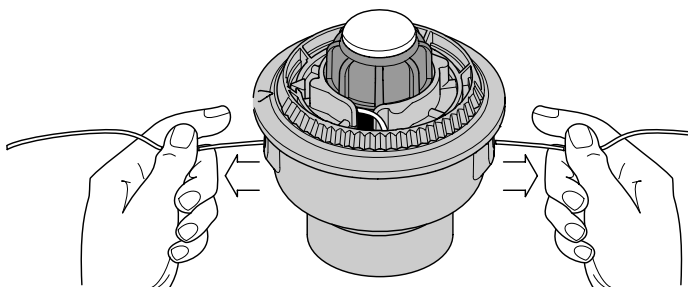

Fig. 51
9. Si le rembobinage du fil devient difficile ou si le fil se coince, tirez-en les extrémités de la bobine. Continuez de rembobiner le moulinet intérieur vers la gauche (Fig. 51).
4. Maintenez le moulinet intérieur et installez le bouton de butée, le ressort, et le joint en mousse en poussant le bouton de butée vers le bas et en le tournant à droite. Saisissez les extrémités et tirez fermement pour dégager le fil des fentes de retenue du moulinet intérieur (Fig. 51).
Si le SpeedSpoolMD ne déroule pas le fil correctement, tirez fermement les extrémités du fil loin de la bobine (Fig. 51). Si cela ne suffit pas, suivez les instructions de *Nettoyage du SpeedSpoolMD*.